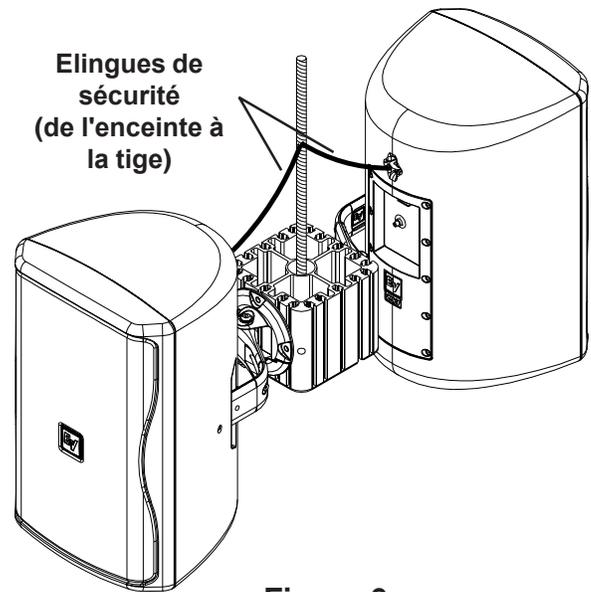

Figure 6a:
4. Il est impératif que des élingues de sécurité relient chaque enceinte à la tige filetée. Faire une boucle autour de celle-ci et autour du point d'accrochage de l'enceinte (Figure 6a).